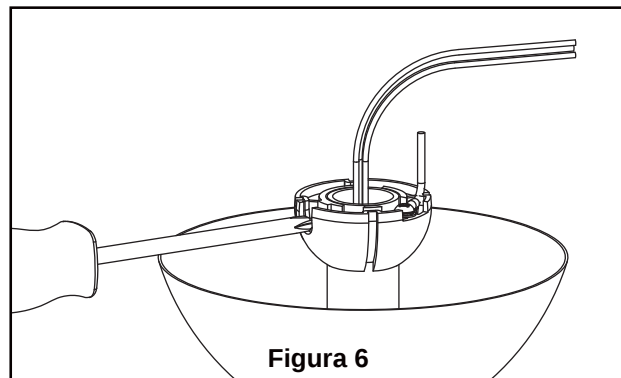

Figura 6
- ☐ 6. Vuelva a colocar la semiesfera en el barral como se indica a continuación. Pase los cables de blanco y negro cable de soporte para techo a través de la semiesfera. Pase el pasador a través de los dos orificios en el barral y alinee la semiesfera de modo que el pasador quede atrapado en la ranura de la parte superior de la misma. Empuje la semiesfera hacia arriba, bien ajustada contra el pasador. Ajuste firmemente el tornillo de fijación en la semiesfera. Si el tornillo de fijación está flojo, podría provocar oscilación del ventilador. (Figura 6)